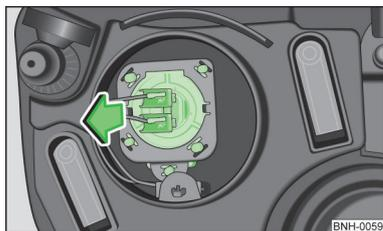

Fig. 171
- Extraer el conector con la bombilla con movimientos de vaivén en el sentido de la flecha » fig. 171.